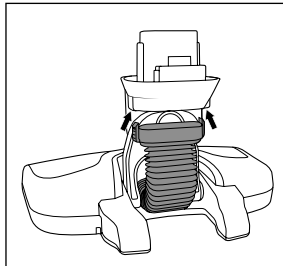

Abb. 18
- ◆ Schieben Sie das Schlauchstück über die Aufnahme, so dass die Entriegelungstasten **18** einrasten (siehe Abb. 18).